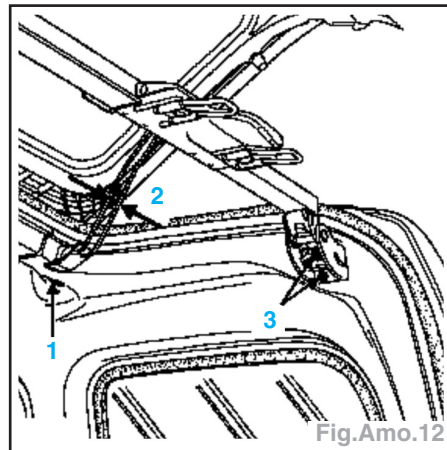

Fig.Amo.13
- Déposer les vis de fixation du mécanisme de lève-vitre (1) (Fig.Amo.13).
- Selon l'équipement, déconnecter le faisceau électrique du mécanisme de lève-vitre (2).
- Déposer le cache d'invulnérabilité de la serrure (3) (Fig.Amo.13).